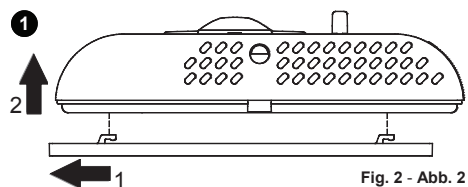

Fig. 2 - Abb. 2
- 1 Desenganchar la plancha pegada a la base del termostato empujándola hacia la izquierda haciendo que los dentecillos plásticos indicados en Fig. 2 se desenganchen.
- 1 Dérocher la plaque fixée sur la base du thermostat en la poussant vers la gauche et en décrochant ainsi les ergots indiqués sur la Fig. 2.